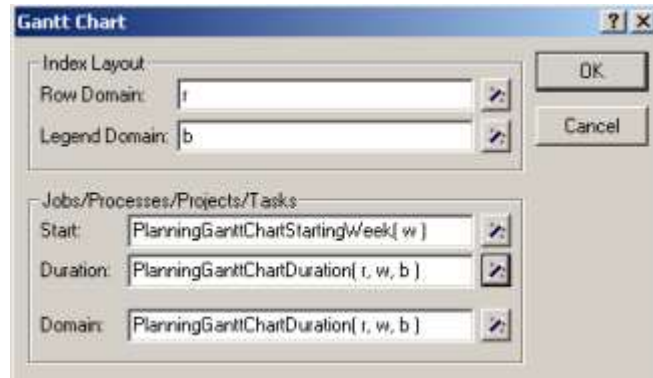

图 12.19 维护规划 Gantt 表的 Gantt Chart 对话框
- 使用 Wizard 按钮  完成如图 12.19 所示的 Gantt Chart 对话框